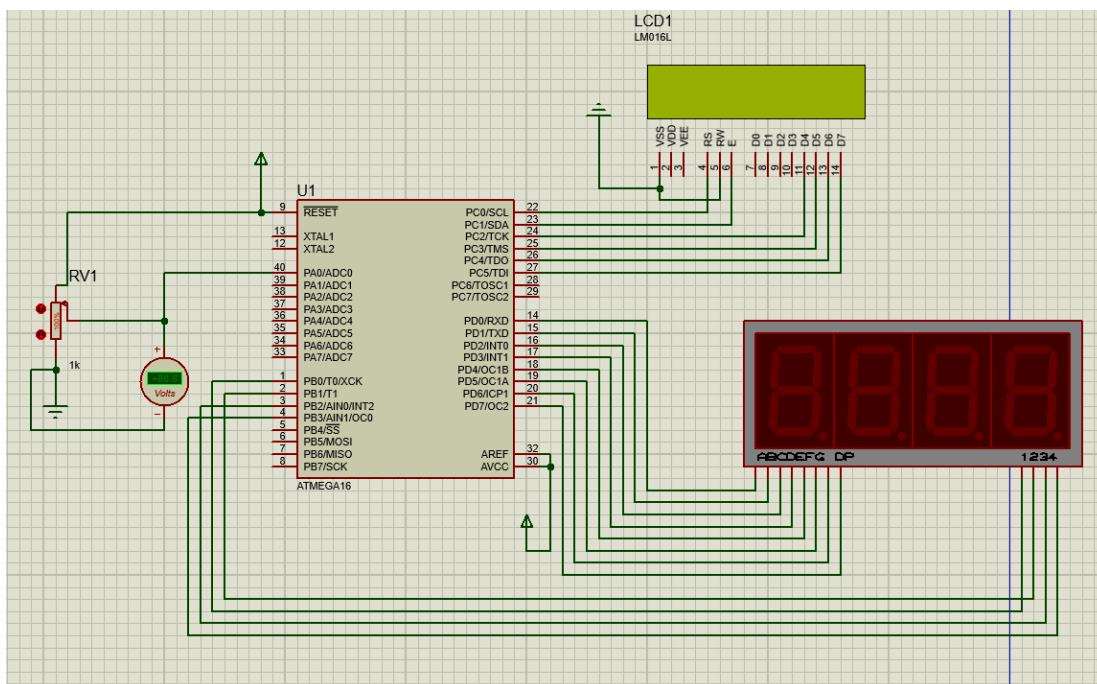

Рисунок 1 – Схема микроконтроллера с подключёнными цифровыми индикаторами
2. Составим схему в Proteus (см. рисунок 1)